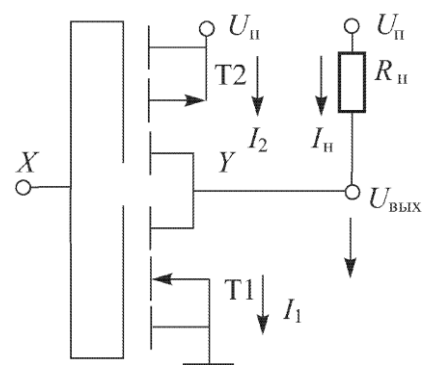

Рис. 23
1. Сопротивление транзисторов (рис. 23) в открытом состоянии составляет 200 Ом, в закрытом – 40 кОм. Определить потенциал на выходе инвертора и ток через нагрузку, если нагрузка сопротивлением 400 Ом подключена между выходом элемента и клеммой U_{Π} ; $U_{\Pi} = 5$ В. Напряжение на входе соответствует уровню логического нуля, т. е. $X = 0$.
2. Сопротивление транзисторов (рис. 23) в открытом состоянии составляет 200 Ом, в закрытом – 40 кОм. Определить потенциал на выходе инвертора и ток через нагрузку, если нагрузка сопротивлением 400 Ом подключена между выходом элемента и клеммой U_{Π} ; $U_{\Pi} = 5$ В. Напряжение на входе соответствует уровню логической единицы, т. е. $X = 1$.